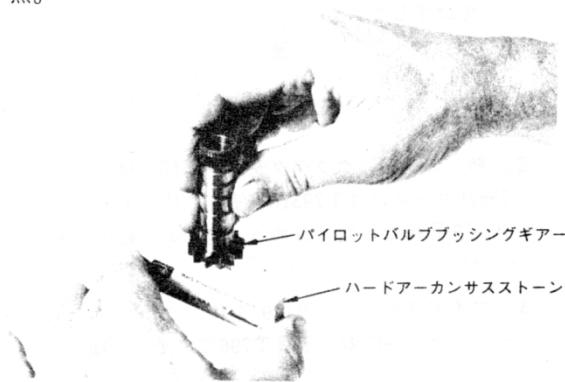

図3-9. パイロットバルブブッシングギア研磨図
5. パイロットバルブブッシング(30)のギヤーの両面を磨く。バルブのランド表面を損傷しないこと。図3-9参照。